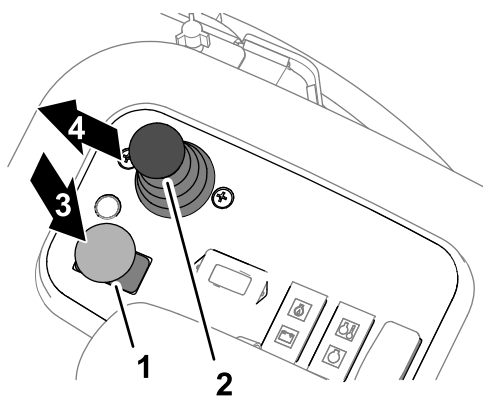

Figura 50
3. Ponga el interruptor de la transmisión de la unidad de corte en la posición de DESENGRANADA (Figura 50).
5. Mueva la palanca de control de bajar/segár/elevar hacia delante (Figura 50).